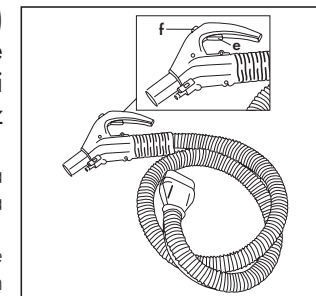

Fig. 14
- Brancher la machine en intervenant sur l'interrupteur général (4)
- Appuyer sur la touche de commande aspiration (f) située sur la poignée du tuyau flexible (d) en conservant la pression sur la touche pour brancher ou débrancher la fonction d'aspiration. Fig. 14
- Brancher la machine en intervenant sur l'interrupteur général (4) et appuyer sur l'interrupteur chaudière (5). Attendre l'éclairage du voyant vert machine prête (8) avant de l'utiliser.
- Régler le flux de la vapeur en intervenant sur le volant (6) placé sur l'appareil en tournant dans le sens des aiguilles d'une montre pour augmenter le flux de vapeur et dans le sens contraire pour le diminuer.
- Appuyer sur la touche de commande de la vapeur (e) placée sur la poignée du tuyau flexible (d), pour brancher ou débrancher la fonction de débit de vapeur. Fig. 14.